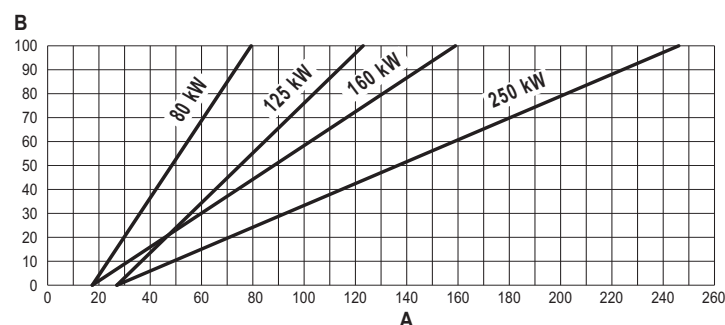

fig. 60
- Appuyer sur les touches chauffage (rep. 3 et 4 - fig. 1) pour augmenter ou diminuer la puissance (minimale = 00 - maximale = 100). Voir diagramme « Réglage Puissance Thermique » (fig. 60).